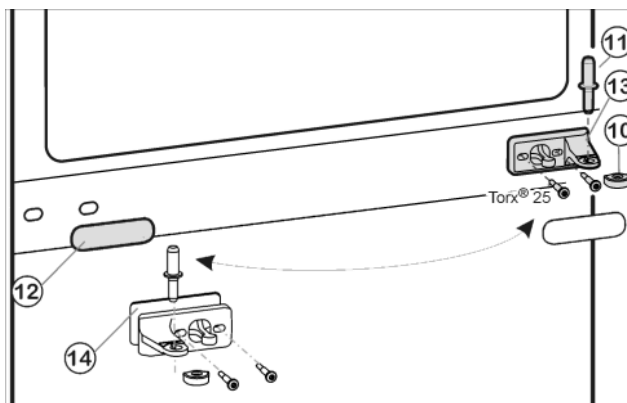
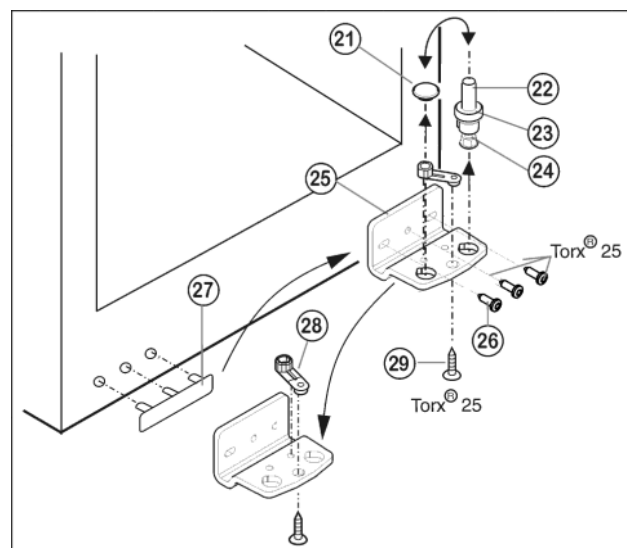

Fig. 8
Fig. 9
- ▶ Prostřední ložiskový čep Fig. 8 (11) vytáhněte ze stojanu ložiska a spodních dveří.
- ▶ Plastovou čepičku Fig. 8 (10) stáhněte.
- ▶ Stojan ložiska uprostřed Fig. 8 (13) odšroubujte (2 krát Torx® 25).
- ▶ Krytku Fig. 8 (12) opatrně stáhněte.
- ▶ Prostřední stojan ložiska Fig. 8 (13) s podložkou Fig. 8 (14) přišroubujte otočený o 180° na novou stranu závěsu (s 4 Nm).
- ▶ Krytku Fig. 8 (12) otočenou o 180° zasuňte na nové straně madla.
- ▶ Ložiskový čep Fig. 9 (22) včetně podložky Fig. 9 (23) a seřizovací nožky Fig. 9 (24) vytáhněte nahoru.
- ▶ Zátku Fig. 9 (21) odstraňte.
- ▶ Stojan ložiska Fig. 9 (25) odšroubujte Fig. 9 (26).
- ▶ Ložiskový díl *Fig. 9 (28)* odšroubujte *Fig. 9 (29)* a přemístěte jej do protilehlého upínacího otvoru stojanu ložiska, pak ho znovu pevně přišroubujte.
- ▶ Krytku na straně madla *Fig. 9 (27)* opatrně vytáhněte a přemístěte na druhou stranu.
- ▶ Stojan ložiska *Fig. 9 (25)* na nové straně závěsu zase přišroubujte příp. pomocí akumulátorového šroubováku (**momentem 4 Nm**).
- ▶ Zátku *Fig. 9 (21)* zase vložte do druhé díry.
- ▶ Ložiskový čep *Fig. 9 (22)* včetně podložky a seřizovací nožky zase nasadte. Přitom dávejte pozor, aby zajišťovací vačka směřovala dozadu.
- ▶ Spodní dveře nasadte shora na spodní ložiskový čep *Fig. 9 (22)*.
- ▶ Plastovou krytku *Fig. 8 (10)* nasadte zase na prostřední stojan ložiska *Fig. 8 (13)*.
- ▶ Prostřední ložiskový čep *Fig. 8 (11)* vložte přes prostřední pouzdro ložiska *Fig. 8 (13)* do spodních dveří na nové straně závěsu.
- ▶ Horní dvířka usadte na prostředním ložiskovém čepu *Fig. 8 (11)*.
- ▶ Dveře případně pomocí obou podélných děr ve spodním stojanu ložiska *Fig. 9 (25)* a v prostředním stojanu ložiska *Fig. 8 (13)* vyrovnějte tak, aby lícovaly. Vyšroubujte prostřední šroub na stojanu ložiska dole *Fig. 9 (25)*.